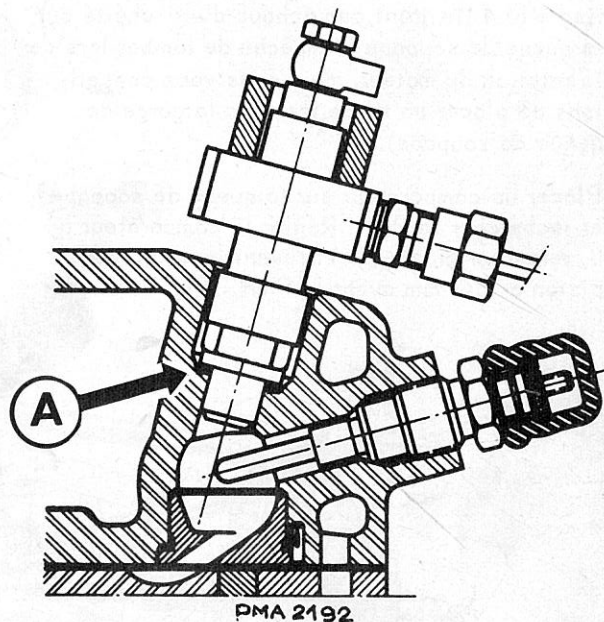

Fig. 69
**TRES IMPORTANT :** A chaque dépose des porte-injecteurs, remplacer obligatoirement le joint de cuivre A, (Fig. 69) épaisseur 2,2 mm. N'utiliser que des joints d'origine.